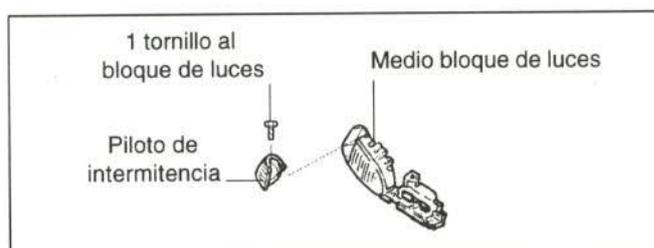

Figura 17.- Unión del piloto delantero
- Pilotos delanteros (figura 17)
- Piloto delantero (figura 17)